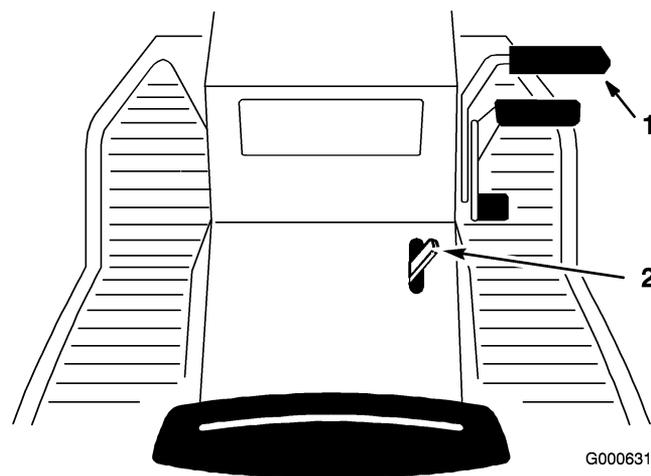

Figure 14
1. Appuyez sur la pédale de frein (Figure 14) et maintenez-la enfoncée.
2. Levez le levier de frein de stationnement (Figure 14) en avant et relâchez
1. Enfoncez la pédale de frein (Figure 14). Le levier de frein de stationnement doit se déverrouiller.